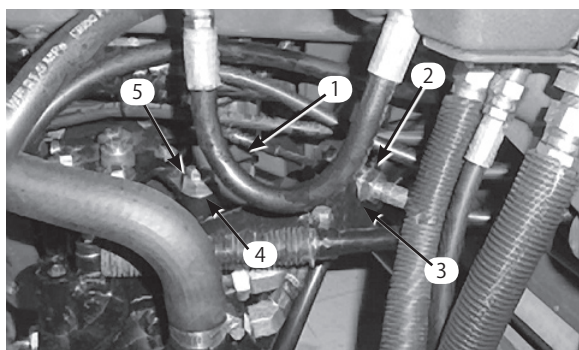

図51
- A 走行ケーブルを油圧トランスミッションのバルクヘッドに取り付けているジャムナット (図51) を両方ともゆるめる。ジャムナットは調整ができるよう十分に、また均等にゆるめること。
注：偏芯ナットをトランスミッション上部に止めているナット (図51) をゆるめてください。
- C. どちらにも車輪が回らないように偏芯ナットを回して調整する。調整ができれば固定ナットを締める (図51)。スロットルSLOW およびFAST 位置で調整が正しいことを確認する。
- D. バルクヘッドのそれぞれの側から、ロックナットを均等にしめて、ケーブルを固定する (図51)。このときケーブルをねじらないように注意する。